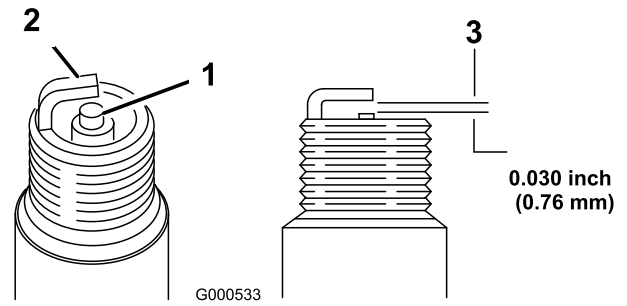

Figura 53
1. Controllate il centro delle candele (Figura 53).
2. Verificate la distanza tra gli elettrodi centrale e laterale (Figura 53), e se non è esatta piegate l'elettrodo laterale.